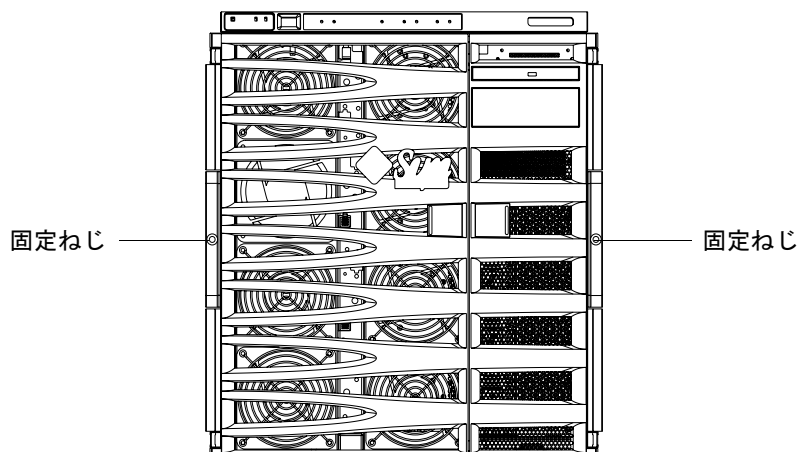

図 1-12 固定ねじの取り付け
11. システムの正面にある 2 本の固定ねじを締めて、システムをキャビネットに固定します (図 1-12)。